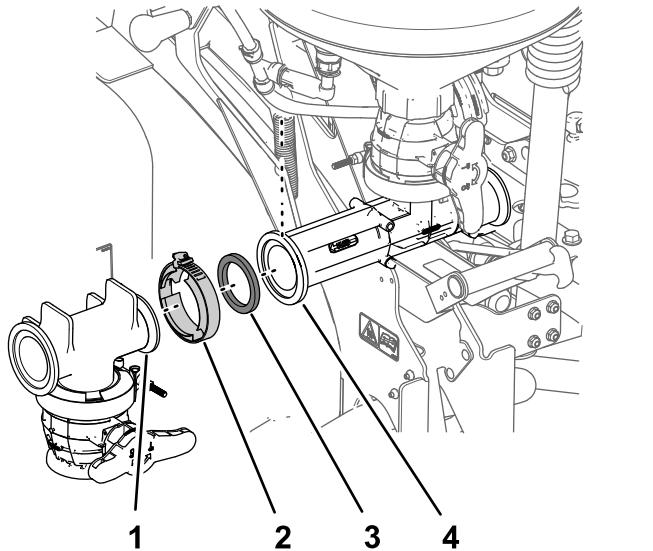

Figura 24
1. Alinhe a flange da união em T da válvula de drenagem com a flange dianteira do misturador (Figura 24).
2. Monte a união em T no misturador com uma junta e um grampo da flange e aperte o grampo à mão (Figura 24).